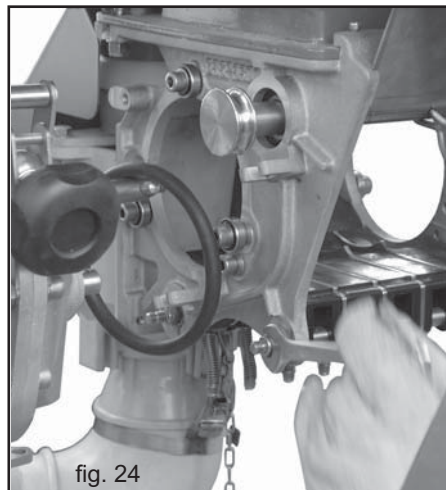

fig. 24
- 1) Zum Ausbau der Bodenklappe mit Schluessel 13mm die 4 Muttern der Achsen (vorne und hinten) (Abb. 24) soweit loesen.